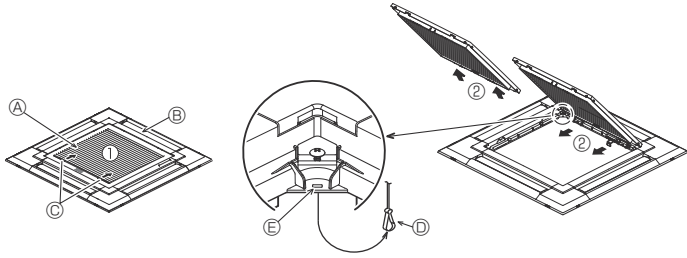
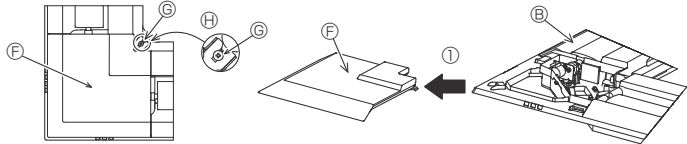

Fig. 9-3
Fig. 9-4
- Ⓒ Geyç ② (ünite içine sokulu)
9.2.1. Hava giriş izgarasının çıkarılması (Fig. 9-3)
• Hava giriş izgarasını açmak için kolları okla ① gösterilen yönde itiniz.
• Hava giriş izgarası "açık" durumdayken hava giriş izgarasının menteşesini okla ② gösterilen şekilde izgaradan ayırın.
9.2.2. Köşe panelinin çıkarılması (Fig. 9-4)
• Köşede bulunan 4 vidayı gevşetin. Köşe panelini çıkarmak için köşe panelini şekildedeki ① numaralı okla gösterilen şekilde itin.
[Fig. 9-3] [Fig. 9-4]